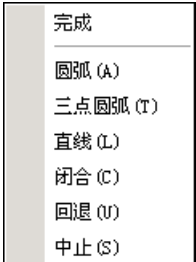

图 4-3 多段线右键菜单
4. 如绘制弧线, 则按鼠标右键, 从右键菜单中选择“圆弧”、或“三点圆弧”命令, 如图 4-3 所示; 然后拖曳光标至所需位置单击, 确定弧线的下一点;